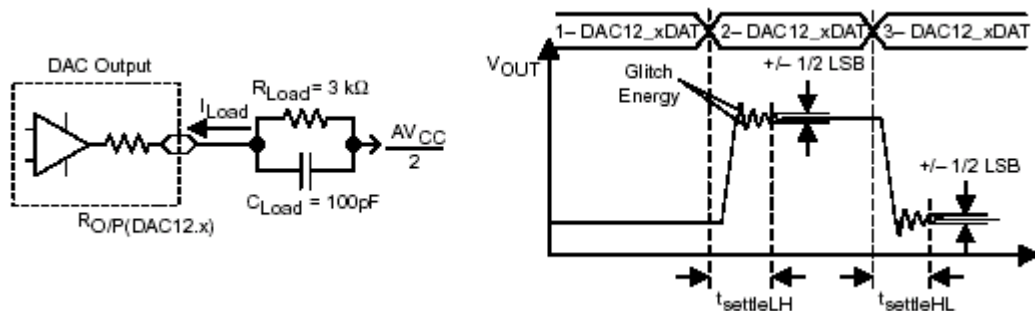

图 19 建立时间和短时脉冲波形干扰能量测试
### 12 位 DAC 动态说明 (TA=25 除非另有说明)(见图 19)
**12 位 DAC 动态说明 (TA=25 除非另有说明)(见图 19)**